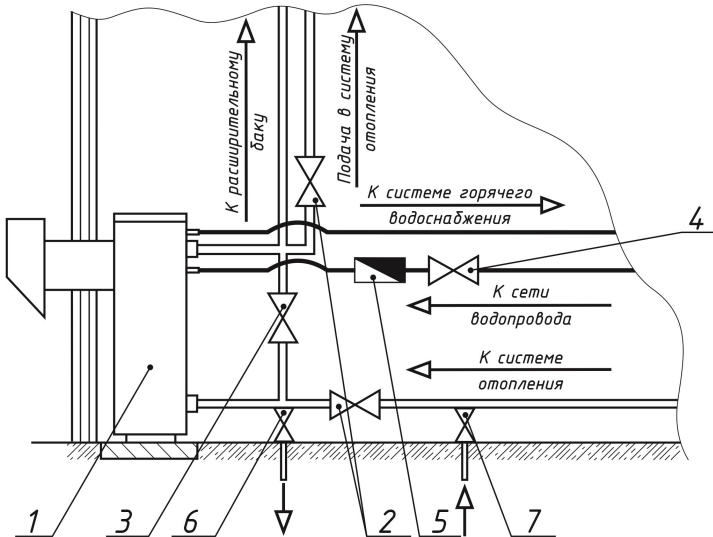

Рисунок 8. Схема подключения котла к системе отопления с естественной циркуляцией и к системе водоснабжения
- на время использования котла для нагрева воды рекомендуется закрывать большой контур отопления и использовать малый контур отопления (рисунок 8.);